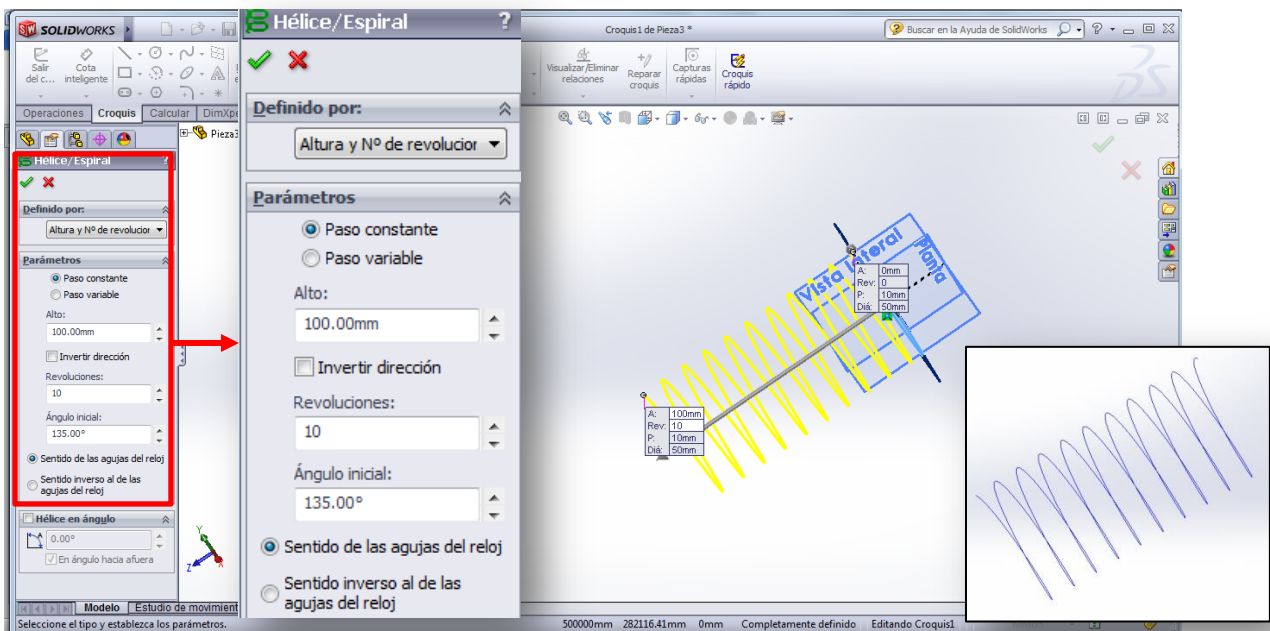

Figura 22. Vista preliminar de la hélice a crear y hélice final.
- c) Al seleccionar esa opción, aparecerá en la ventana las casillas correspondientes con los parámetros a definir. Para el ejemplo, se colocará una altura de 100 mm y un total de 10 revoluciones. El trazo amarillo representa la vista preliminar de la hélice, como se muestra en la Figura 22. También se observa la hélice final. NOTA: el resto de los parámetros pueden dejarse con los valores que tienen por defecto.